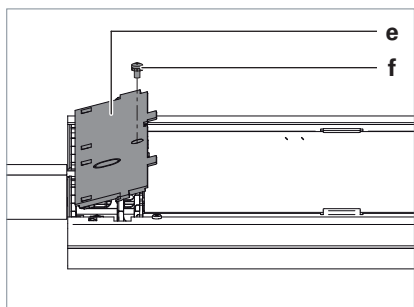

Fig. 15: Montaggio della copertura.
- ▶ Applicare la copertura **e** assieme ai ganci sulla parte inferiore della copertura negli occhielli sulla testa dell'apparecchio d'illuminazione e premere la copertura, vedi Fig. 15.